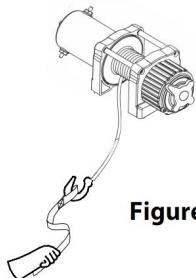

Figure 2
- 9. VERWENDEN SIE IMMER DEN HANDSAVER, wenn Sie das Drahtseil ein- oder ausführen. (Siehe Abbildung 2).**